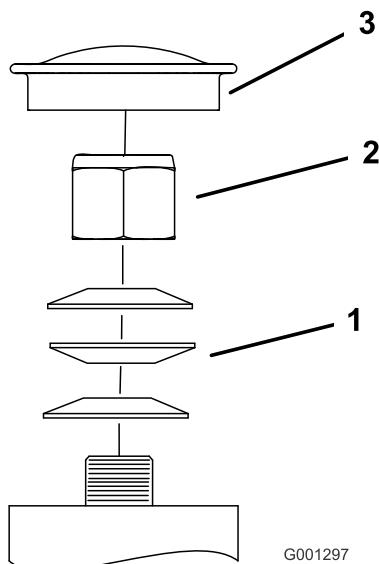

Figure 56
3. Retirez le capuchon antipoussière de la roue pivotante et serrez le contre-écrou (Figure 56).
4. Continuez de serrer le contre-écrou jusqu'à ce que les rondelles élastiques soient aplatis, puis desserrez-le d'un quart de tour pour obtenir la précharge correcte des roulements (Figure 56).
Important: Veillez à placer les rondelles élastiques comme montré à la Figure 56.
5. Reposez le couvre-moyeu (Figure 56).